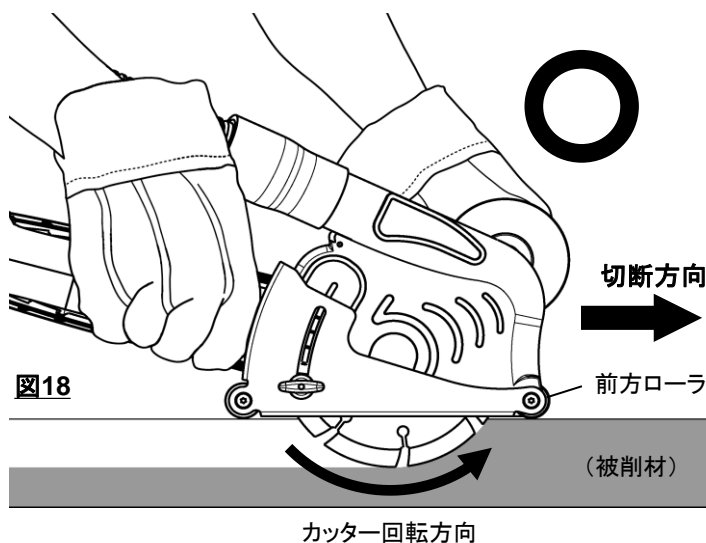

図18
2. 集塵機のスイッチを入れ、グラインダをしっかり保持した状態でスイッチを入れて下さい。その後まず前方ローラを被削材上に接地させてからカッターを入れ、グラインダをゆっくりと前へ押し進めて下さい。(図18)